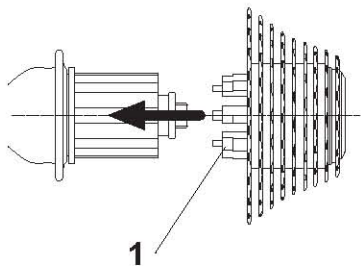
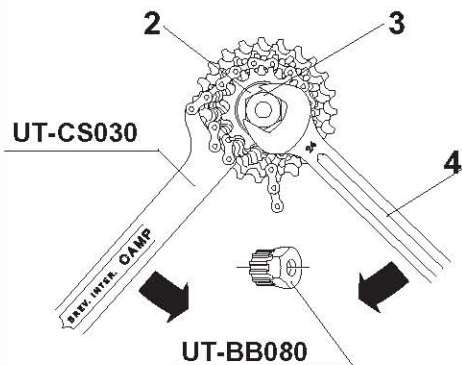

Fig. 7
Fig. 8
- I pignoni sono preassemblati e fasati sul supporto (1).
- Inserite il supporto sul fianco della ruota libera, allineate i profili scanalati, spingete i pignoni sulla ruota libera ed estraete il supporto (1) dal mozzo (Fig. 7).
- Rimuovete dal supporto la ghiera (2) e avvitatela sul corpo ruota libera (Fig. 8).
- Serrate la ghiera (2) con l'utensile (3) (cod. Campagnolo UT-BB080), utilizzando la chiave (4) da 24 mm e tenendo i pignoni bloccati con la frusta (UT-CS030) (Fig. 8).
- Les pignons sont préassemblés et réglés sur le support (1).
- Introduisez le support sur le côté du corps RL, alignez les profils rainurés, poussez les pignons sur la roue libre et retirez le support (1) du moyeu (Fig. 7).
- Enlevez la bague (2) du support et vissez-la sur le corps roue libre (Fig. 8).
- Serrez la bague (2) à l'aide de l'outil (3) (code Campagnolo UT-BB080), en utilisant la clé (4) de 24 mm (Fig. 8).
- The sprockets are pre-assembled and timed on the support (1).
- Insert the support on the side of the freewheel body, align the spline patterns, press the sprockets onto the freewheel and extract the support (1) from the hub (Fig. 7).
- Remove the ring (2) and screw it onto the freewheel body.
- Use a 24 mm hexagonal wrench (4) and the Campagnolo tool (3) (code UT-BB080) to tighten the ring (2), while holding the sprockets with a chain whip (UT-CS030) (Fig. 8).
- Los piñones vienen preensamblados y fasados en el soporte (1).
- Montar el soporte en el costado del cuerpo RL, alinear los perfiles ranurados, empujar los piñones en la rueda libre y extraer el soporte (1) del buje (Fig. 7).
- Desmontar del soporte la virola (2) y enroscar ésta en el cuerpo de la rueda libre (Fig. 8).
- Apretar la virola (2) con el utensilio (3) (cód. Campagnolo UT-BB080), mediante la llave (4) de 24 mm manteniendo bloqueado el piñón con la llave especial con cadena (Fig. 8).
- Die Ritzel sind auf der Plastikhalterung (1) zu einer Einheit zusammengefaßt und bereits in der richtigen Phasenstellung aufgesteckt.
- Die Halterung seitlich auf den Freilaufkörper setzen, die Aufsteckprofile ausrichten, die Ritzel auf den Freilaufkörper schieben und die Halterung (1) aus der Nabe ziehen (Abb. 7).
- Den Abschlußring (2) von Kunststoff-Ritzelträger entfernen und hiermit das Ritzelpaket auf dem Freilaufkörper (Abb. 8) sichern.
- Den Abschlußring (2) mit dem Campagnolo Werkzeug UT-BB080 (3) und einem 24 mm Steckschlüssel-Einsatz für Drehmomentenschlüssel (4) fest anziehen. Das Ritzelpaket dabei mit dem Zahnkranzabnehmer UT-CS030 fixieren (Abb. 8).
- De cassette is voorge monteerd op een geleider (1).
- Plaats de geleider op de zijkant van de body zodanig dat de uitsparingen in 1 lijn staan. Druk de tandwielen op de body en haal de geleider (1) van de naaf (Fig. 7).
- Verwijder de ring (2) en schroef hem op de body (Fig. 8).
- Draai de ring (2) vast met de sleutel (3) (Campagnolo code UT-BB080), gebruik hierbij een 24 mm schroef sleutel (4), terwijl u de tandwielkransjes vasthoudt met een kettingkrans afnemer (Fig. 8).